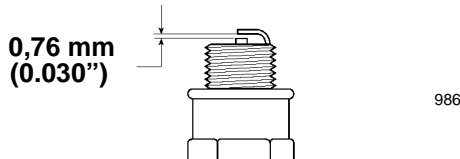

Figure 18
3. Régler l'écartement des électrodes de la nouvelle bougie à 0,76 mm (0.030") (Fig. 18).